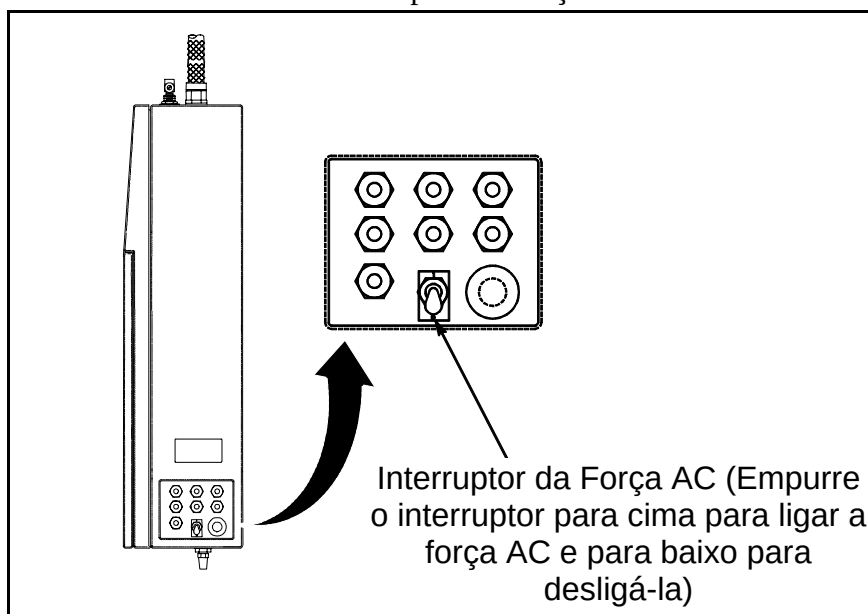

Figura 6-4. Interruptor da Força AC
1. Se a impressora estiver funcionando, pressione a tecla **DESLIGAR (O)**, para desligar a impressora. Permita que a impressora termine com sua sequência programada de desligamento de quatro minutos.
2. Coloque o interruptor da força AC na posição de Desligado (O). Refira à Figura 6-4 para saber onde está localizado este Interruptor da Força AC.